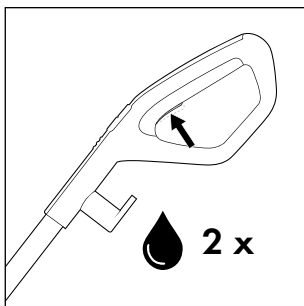
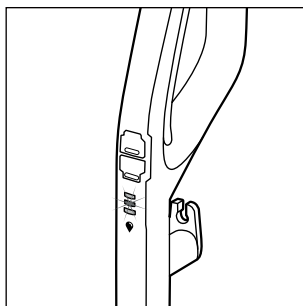

Abb. 14
Abb. 15
- ♦ Drücken Sie vor jedem Gebrauch zweimal kurz den Schalter Reinigungslösung **15**, um die Dauersprühfunktion zu aktivieren und die Bürstenrolle **6** mit Reinigungslösung betriebsbereit zu machen (siehe Abb. 14). Die Anzeige Reinigungslösung  **12** blinkt abwechselnd blau auf, wenn die Dauersprühfunktion aktiviert ist oder der Schalter Reinigungslösung **15** gedrückt gehalten wird (s. Abb. 15).